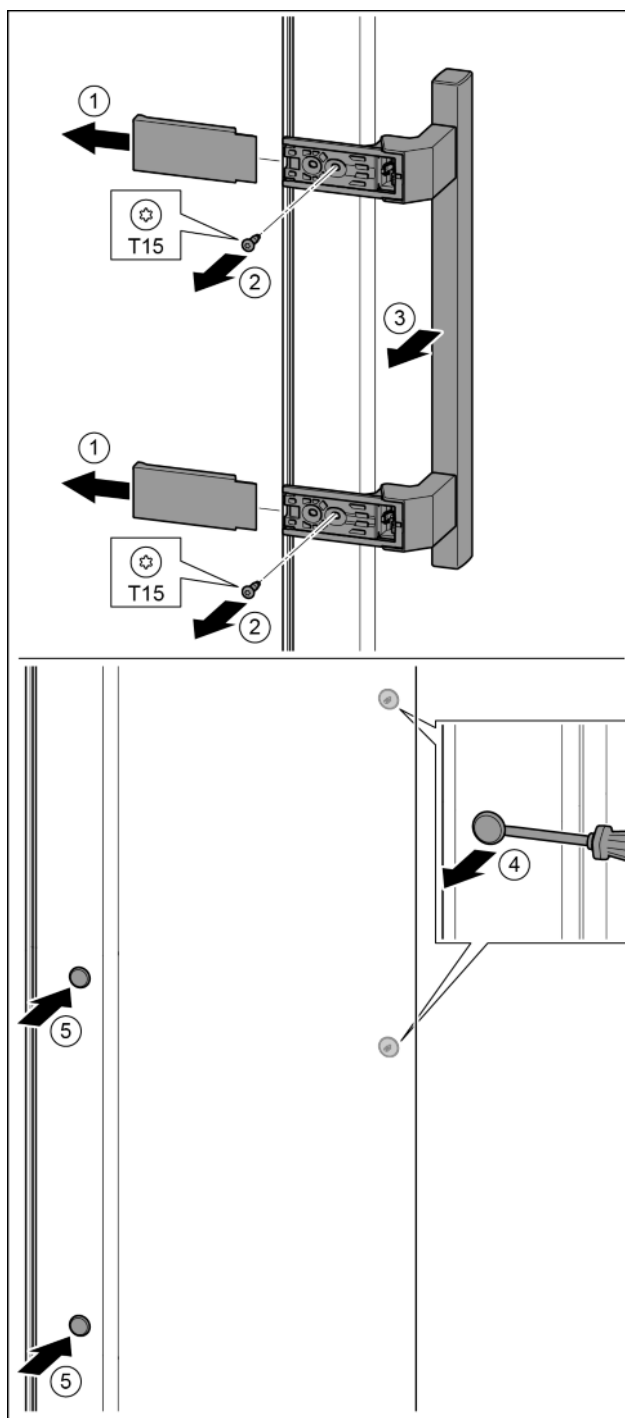

Fig. 31
- ▶ Снять крышку. *Fig. 31 (1)*
- ▶ Выкрутить винты отверткой T15. *Fig. 31 (2)*
- ▶ Снять ручку. *Fig. 31 (3)*
- ▶ Осторожно приподнять шлицевой отверткой боковые заглушки и вынуть их. *Fig. 31 (4)*
- ▶ Заглушки снова вставить с другой стороны. *Fig. 31 (5)*